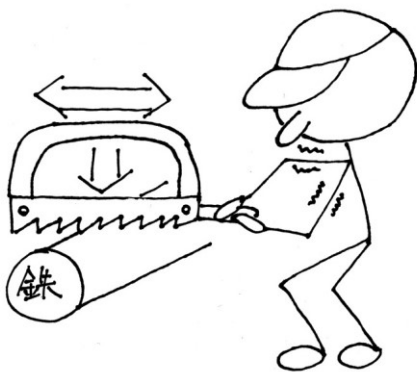
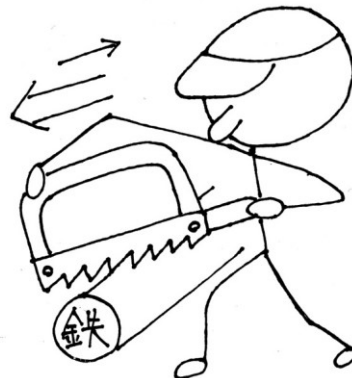

図2 経験の浅い人がやりがちな切り方
図3 楽な切り方
金ノコは金属用のノコギリであり、当たり前のことだが金属を切ることができる。しかし相手は身近にある材料の中ではとても硬い部類に属する。簡単には切れない。それで一生懸命に力を入れてギコギコ切る。ご承知の通りノコギリで材料を切るには前後に動かすだけでは不十分で、切断したい方向つまり材料にノコギリを押し付ける必要がある。どちら向きにノコギリを動かしたときに切れるのかもちょっと不安な状況で相手は硬い鉄である。力を入れなくちゃいけない。すると、腕力に頼って図2のような感じになる。腕が疲れるし、力のコントロールも難しく、少しずつしか切れないし、きれいにも切れない。でも少しずつでも切れるので、鉄はこんなに切りにくいものなのかと納得して作業を続ける。とても真面目である。でもこういう時は「どうやったら楽に切れるか」を当然考えなければいけない。①押したときに切れる、②材料側にも押し付ける必要がある。この2点を楽に満足させようと落ち着いて考えれば図3の切り方に辿り着く（はずだと信じている）。ノコギリを前方に押す力と材料に押し付ける力に自分の体重を利用する。そのために片手はノコ刃の前方の近くを持つ（押さえる）のが得策である。体重をうまく載せられれば、あとはノコギリをまっすぐ前方に動かすことに集中すればよい。腕力は要らない。
3回生達が「どうやったら楽に切れるか」を考えていないはずはない。普通だれでも絶対に考える。でも彼らが図2の状態から図3の状態に辿り着けないのには実は別の理由がもう一つあることに気付く。それは金ノコで切断しようとする位置が万力での固定位置から離れてしまっていることだ。たいてい固定端から10cmは離れたところを切ろうとする。彼らはおそらくこんなことを直感的に考えている。{相手は硬いので力を入れなければならない|でも勢い余って万力に手をぶつけるのは嫌だ}。固定点から突き出した棒は材料力学の言葉で言うと“片持ちはり”である。片持ちはりに集中荷重 $P$ を負荷した場合（「はりに負荷」と言った時、材料力学でははりの長手方向と直角の力をかけることを通常意味し、ノコギリによる負荷は実際この状態にある）、固定端から負荷位置に向かって棒材の傾き（“たわみ角”と言う）はどんどん大きくなる。負荷位置のたわみ角は、荷重 $P$ の大きさが同じであれば、固